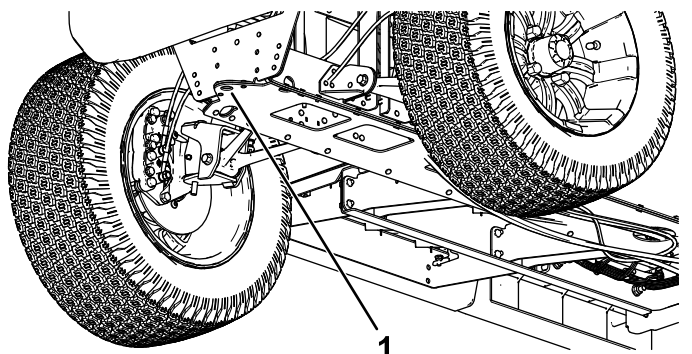

Figura 26
- Punctul de ridicare din partea din față a mainii este situat în partea din față a cadrului, în spatele cârligului de remorcare (Figura 26).